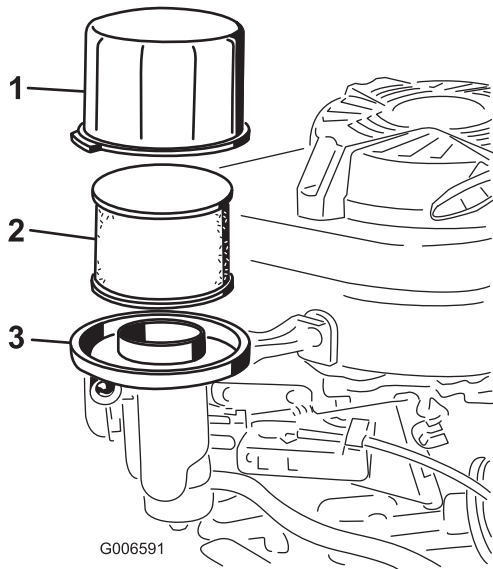

Bild 28
3. Entfernen Sie die Abdeckung und reinigen Sie sie gründlich (Bild 28).
4. Entfernen Sie Schaumvorfilter und den Papierfilter (Bild 28).
5. Nehmen Sie den Schaumvorfilter aus dem Papierfilter (Bild 28) und tauschen ihn aus, wenn er zu stark verschmutzt ist.
6. Kippen Sie die Maschine (Luftfilter nach oben), damit das Öl in die Auffangwanne abläuft (Bild 28).